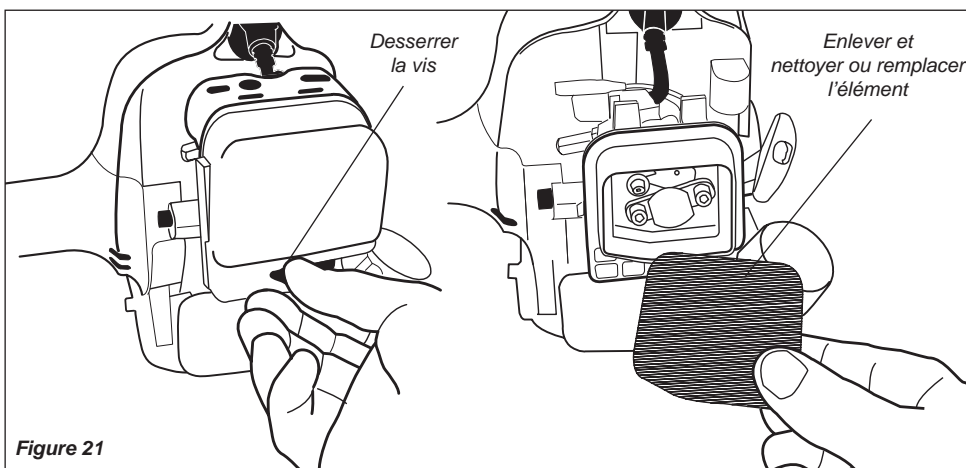

Figure 21
- Nettoyer le filtre à air. Voir figure 21. Nettoyer ou remplacer selon le cas. Pour nettoyer le filtre à air : le laver abondamment avec de l'eau savonneuse. Laisser sécher avant de réinstaller.